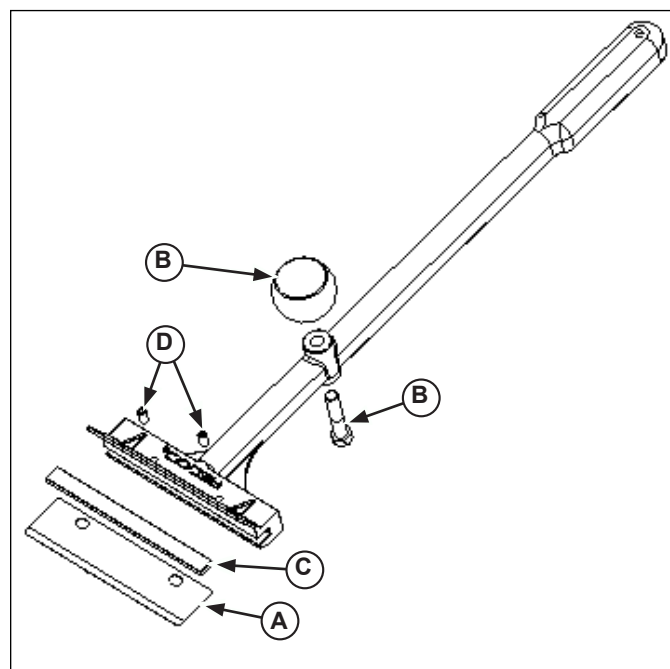

Figura 2. Vista detallada
2. Afloje los tornillos de fijación (C) con una llave Allen. Consulte Figura 2.
3. Retire cuidadosamente la hoja (A) y la placa de presión (D). Deseche correctamente la hoja antigua.
4. Alinee cuidadosamente la hoja de repuesto (A) y la placa de presión (D) en la ranura de la pieza fundida/mango de la sección de la cabeza (B).
5. Con la placa de presión (B) y la hoja (A) en su lugar, apriete firmemente los tornillos de fijación (E).